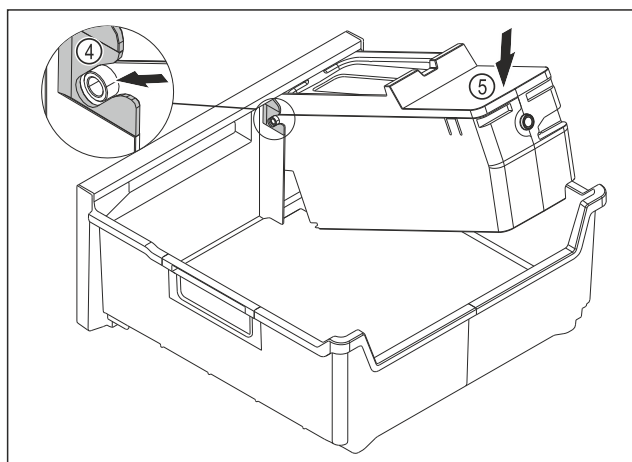

Fig. 246
- ▶ Monter le corps de l'EasyTwist-Ice : Insérer les axes du corps de l'EasyTwist-Ice dans les guides Fig. 246 (4).
- ▶ Appuyer l'arrière du corps de l'EasyTwist-Ice Fig. 246 (5) vers le bas.